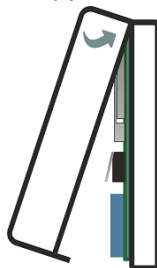

Рисунок 9.1 – Закрытие корпуса сирены
3. Закройте корпус сирены и затяните фиксирующий винт (см. рисунок 9.1).
- 3) Закройте корпус сирены (см. рисунок 9.1).